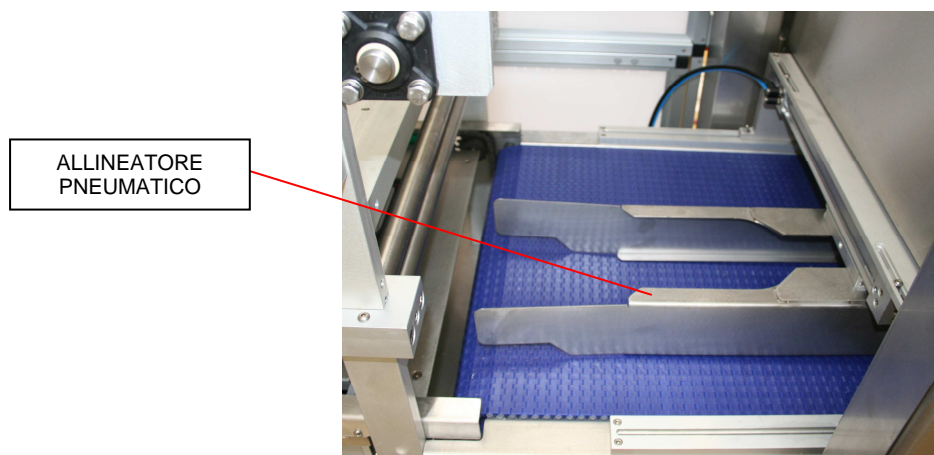
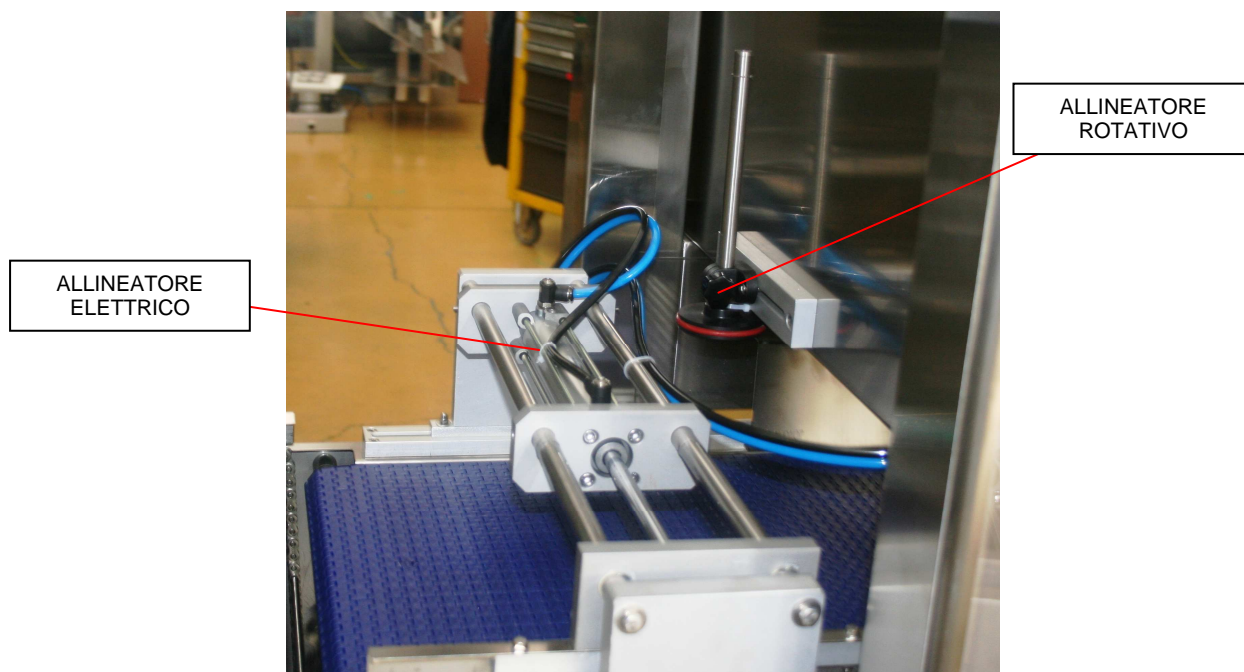

Fig. 2 Allineatore pneumatico
Fig. 3 Allineatore elettrico e rotativo
- Allineatore Pneumatico (Fig. 2) e elettrico (Fig. 3): posizionato sul nastro di carico o di scarico, il suo funzionamento prevede un sistema meccanico che, dopo aver ricevuto un segnale da un sistema di rilevazione delle vaschette (fotocellula) o con una data cadenza, muove le vaschette disponendole in una o più file.
- Allineatore rotativo (Fig. 3): posizionato sul nastro di scarico, genera la rotazione delle vaschette che lo incontrano nel loro avanzamento.